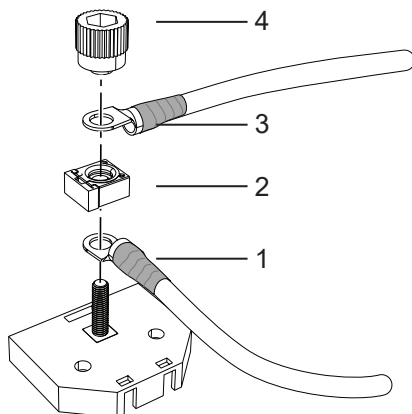
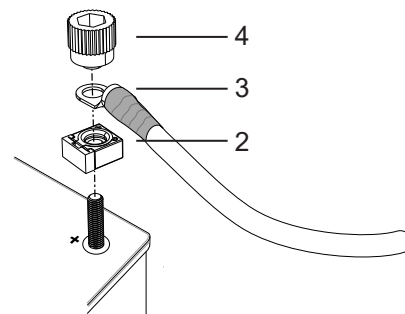

Bild 54. Inkoppling till säkringslåda
Bild 55. Inkoppling till batteriets plus-pol
2. Säkerställ att hyttströmbrytaren (CS) i förekommande fall står i läge "Av".
3. Vid användning av säkringslåda, anslut kabeln (1) till batteriets pluspol och till säkringslådan och placera där säkringen (2) ovanpå, se Bild 54.
4. Vid anslutning direkt till batteriets plus-pol, placera säkringen (2) på plus-polen, se Bild 55.
5. Anslut huvudströmkabeln (3) till säkringslådan/plus-polen, se Bild 54 - Bild 55.
6. Skruva fast kabelanslutningar och säkring med vredet (4). Kablarna monteras 90° alt. 180° ifrån varandra. Säkringen monteras i rät vinkel mot kablarna, se Bild 54 - Bild 55.